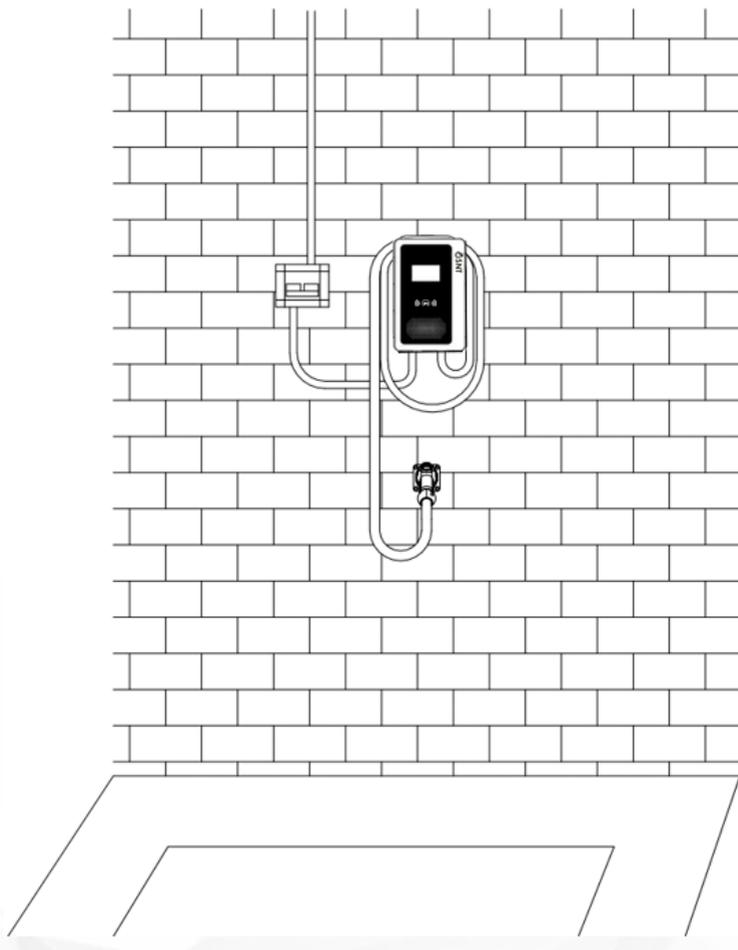

Fig.7
e. Après l'installation, le résultat est comme ci-dessous : Fig.7